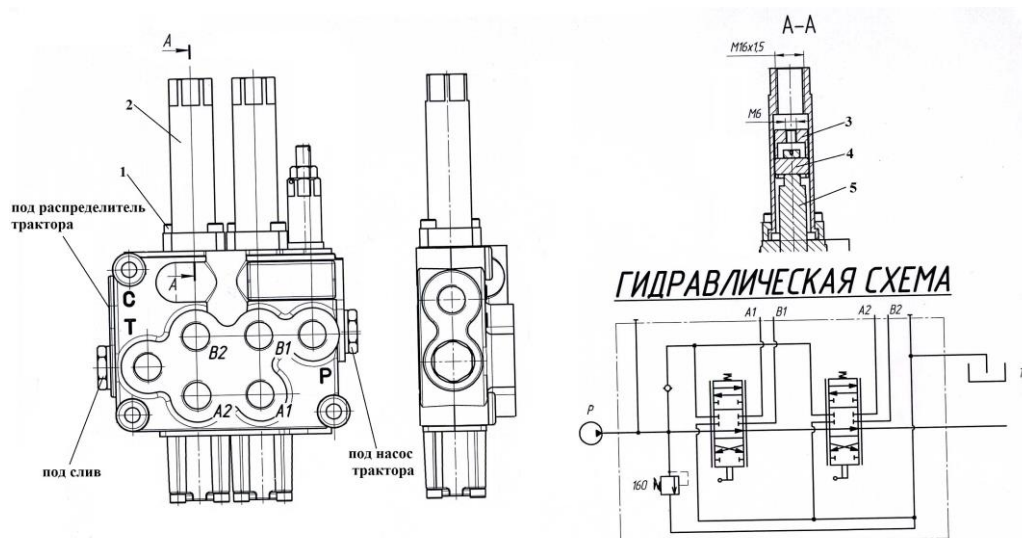
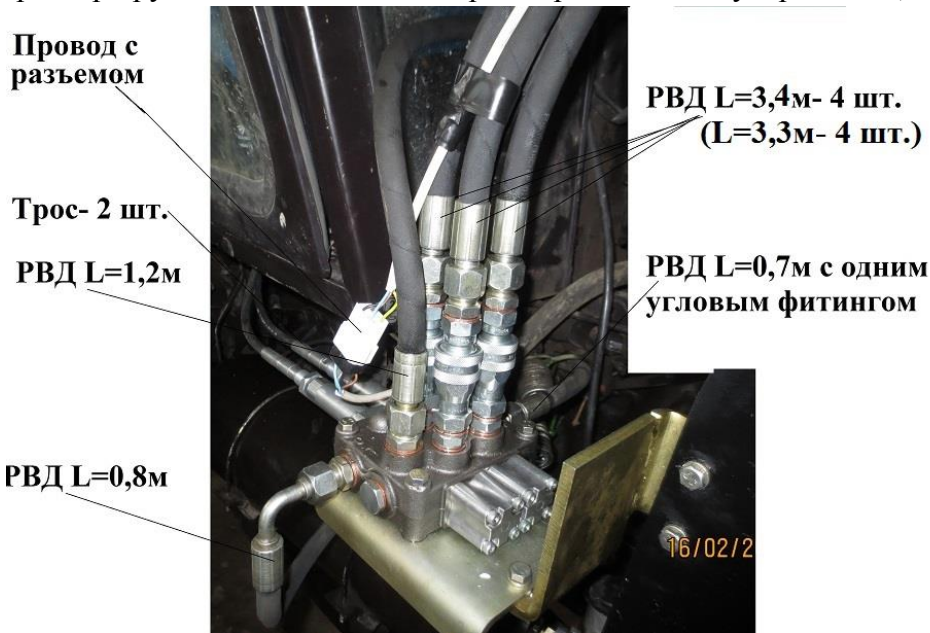

Рисунок 19 – Гидрораспределитель
Рисунок 20 – Подсоединение РВД к гидрораспределителю
У гидрораспределителя (см. рис. 19) отвинтить два винта поз. 1, накрутить второй конец кожуха троса на направляющую распределителя по резьбе. Освободить
У распределителя переставить заглушку «Р» с бокового отверстия на соответствующее верхнее отверстие. (см. рис. 19). В отверстия «Р», «С» и «Т» вкрутить штуцера 3/8\* с
прокладками (из комплекта). На отверстие А1, В1, А2, В2 установить БРС (муфты разрывные) с прокладками (из комплекта) (см. рис. 18, рис. 20).
Под кабиной трактора отсоединить штатный рукав трактора от масляного насоса и прикрутить на его место рукав длиной 0,7м (с одним угловым фитингом) через переходник ПБМ 800.60.010, другой конец рукава подсоединить к распределителю вывода «Р». (см. рис.20) К освободившемуся штатному рукаву трактора присоединить через штуцер переходной М24х1,5 на М20х1,5 рукав длиной 0,8м (с одним угловым фитингом), другой конец которого подсоединить к распределителю вывода «С». Соединить штуцер «Т» со сливным баком трактора рукавом длиной 1,2м через переходной штуцер М24х1,5 на М20х1,5, предварительно выкрутив пробку (см. рис. 20). Четыре рукава длиной 3,4 м по правой стороне рамы погрузчика (проходят в полости рамы от трубопроводов на поперечной трубе) подсоединить с распределителем через БРС, штуцера 3/8\* и прокладок строго по порталам (см. рис.19, 20 и приложение В.1, В.2)
**ВНИМАНИЕ!** Рукава L=3,4 м -2 шт. (помечены краской) от дивертора строго подсоединяем с соответствующими порталами гидрораспределителя (рис.19) А1 и В1, рукава L=3,4 – 2 шт. от трубопроводов подсоединяем с порталами А2 и В2.